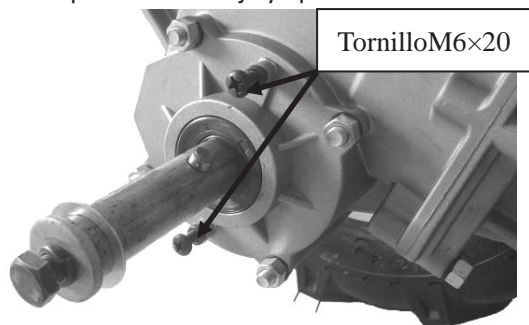

Figura 2
1. Desmonte los dos tornillos de la transmisión. Ver figura 2